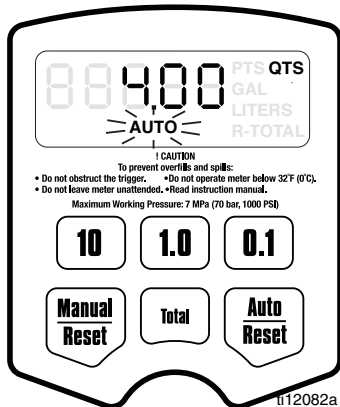

FIG. 27
- d. Appuyer la touche *Auto/Réinitier* pour afficher à nouveau le Menu de quantité pré réglée automatique (FIG. 27, page 19). Quand ce menu est affiché, la touche **AUTO** clignote et la quantité pré réglée automatiquement en mémoire actuellement est affichée.
Quantité pré réglée en auto (FIG. 27)